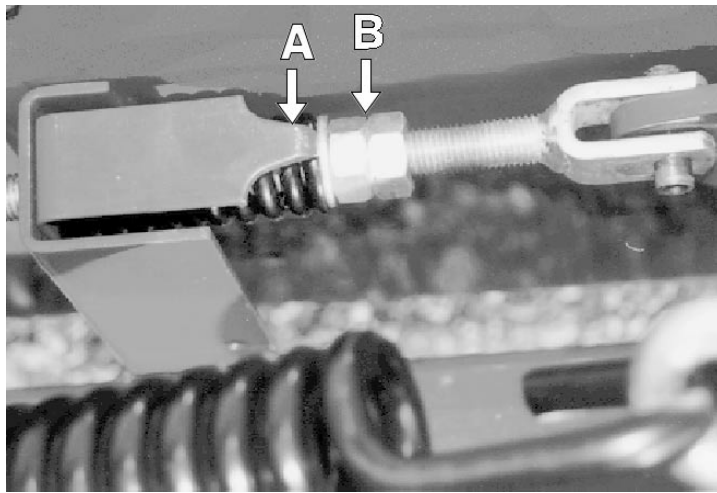

fig.33
- Controllare la tensione delle cinghie verificando che la estremità della molla corrisponda all'estremità dell'indice di riferimento, di colore rosso (**A** - fig.33). Se fosse necessario ripristinare la tensione, agire sul dado e controdado (**B** - fig. 33).
- Check belt tension by checking to make sure that the end of the spring is matched up with the red reference dot (**A** - fig.33). If necessary, adjust tension with the nut and locking nut (**B** - fig.33).
- Contrôler la tension des courroies en vérifiant que l'extrémité du ressort correspond à l'extrémité de l'index de référence, de couleur rouge (**A** - fig.33). Si nécessaire régler la tension, en agissant sur l'écrou et le contre-écrou (**B** - fig.33).
- Controlar la tensión de las correas comprobando que el extremo del resorte corresponda al extremo del índice de referencia, de color rojo (**A** - fig.33). Si es necesario reanudar la tensión, girar la tuerca y la contratuerca (**B** - fig.33).
- Die Spannung der Riemen überprüfen; dazu das Federelement am Ende des roten Bezugsindex **A** (Abb.33) prüfen. Die Riemen, sofern erforderlich, durch Drehen der Mutter und der Kontermutter **B** (Abb.33) nachspannen.